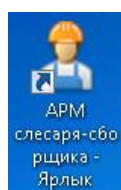

Рисунок 2 - Ярлык запуска модуля
5.1.1 Для запуска модуля необходимо выполнить двойной клик мышью по ярлыку (см. рисунок 2).